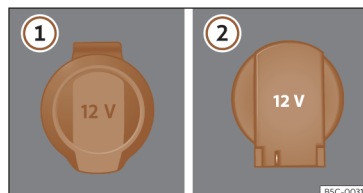

Fig. 141 Tomada de corrente de 12 Volts:
- Levante a tampa da tomada de corrente >>> **Fig. 141 ①**.
- Levante a tampa da tomada de corrente >>> **Fig. 141 ②**.